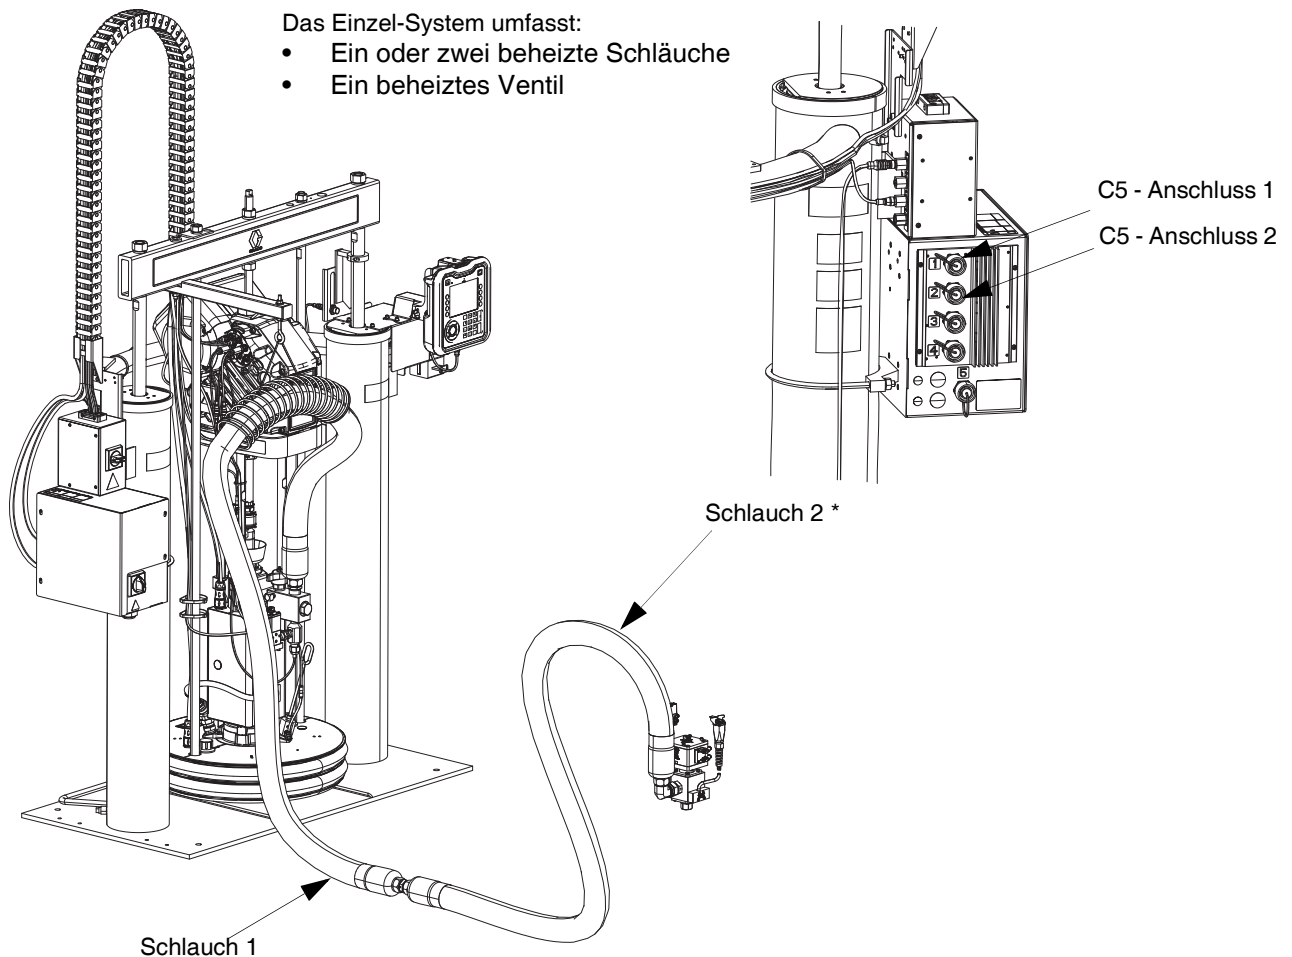

ABB. 25
- Beheiztes Ventil – Quadratische elektrische Anschlüsse vom Schlauch 2 zum Axial-Dosierventil (B). Siehe ABB. 25.